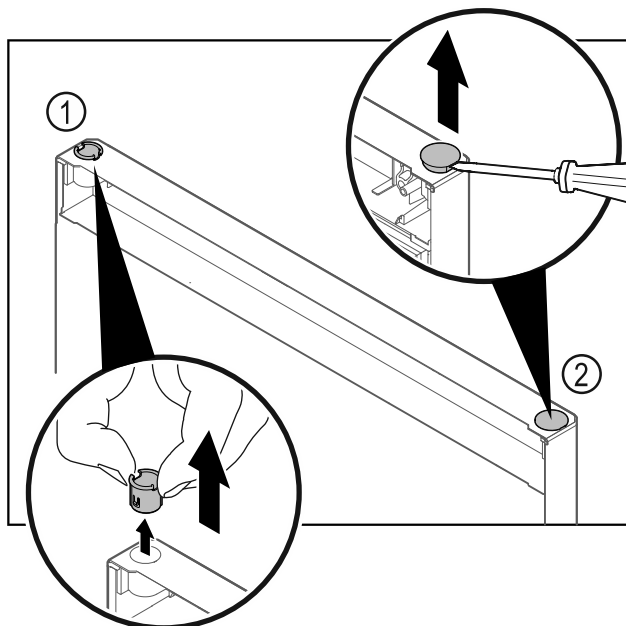

Fig. 16
- Estrarre la boccola cerniera Fig. 16 (1) con le dita.
- Con un cacciavite a testa a intaglio sollevare con cautela il tappo Fig. 16 (2) ed estrarlo.